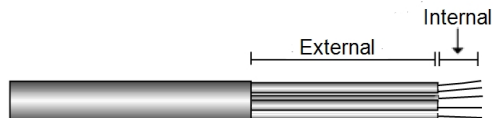

Abbildung 13: Abziehen der Isolierung - AC
- Isolieren Sie 8 mm der Isolierung des Masseleiters ab (siehe *Abbildung 13*).